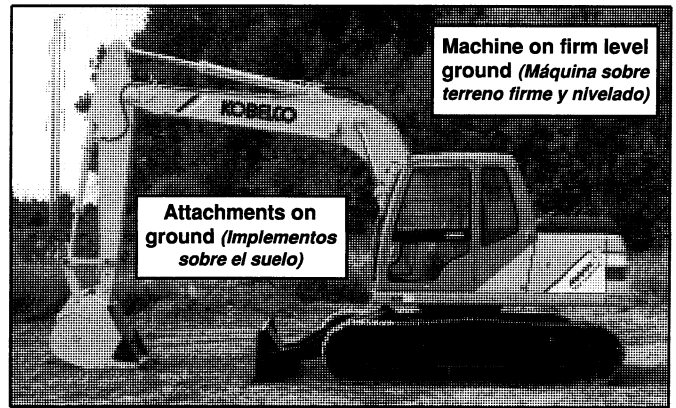

FIG. 3A
A. Move the machine to firm level ground. Place the attachments on the ground as indicated in Fig. 3A.
(*Mueva la máquina hacia terreno firme y nivelado. Posicione los implementos sobre el suelo, tal como lo indica la Fig. 3A*)
<p>SUDDEN MOVEMENT OF THE MACHINES /OR ITS ATTACHMENTS CAN CAUSE INJURY OR DEATH. MAKE SURE TO GROUND THE TOOLS, AND PLACE THE SAFETY LOCK LEVER IN ITS LOCKED AND UP POSITION BEFORE LEAVING THE CAB TO PREVENT SUDDEN MOVEMENT OF MACHINE AND/OR ITS ATTACHMENTS, SEE FIG. 3A & 3C. (PARA PREVENIR CUALQUIER MOVIMIENTO DE LA MAQUINA, SIEMPRE POSICIONE LOS IMPLEMENTOS SOBRE EL SUELO Y LEVANTE LA PALANCA DE SEGURIDAD ANTES DE SALIR DE LA CABINA (Ver Fig. 15). SI NO LEVANTA LA PALANCA DE SEGURIDAD ANTES DE SALIR DE LA CABINA, CORRE CON EL RIESGO DE MOVER LA MAQUINA Y/O SUS IMPLEMENTOS REPENTINAMENTE CAUSANDO UN ACCIDENTE).</p>